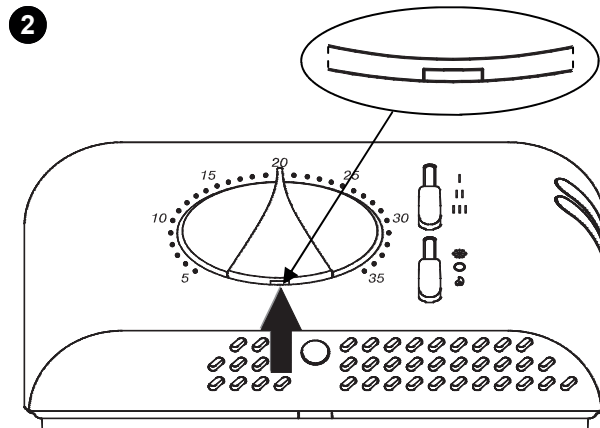

Рис. 3
- 2 Полностью сдвиньте оба ползунка и установите ручку на 20 °C; затем поднимите ручку, повернув ее отверткой по специальному приглашению, указанному стрелкой на рис. 3, стараясь не поцарапать корпус.